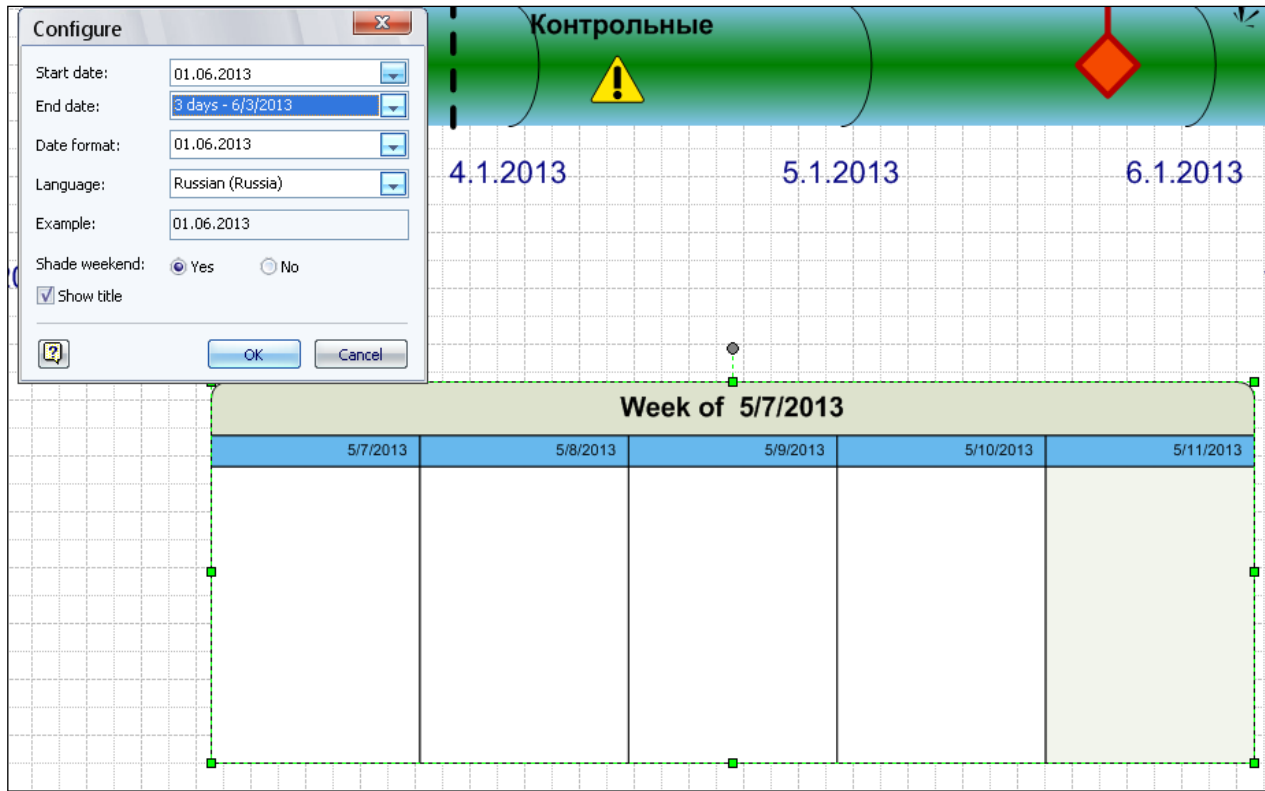

Рис. 90. Размещение недельного календаря
4) Под диаграммой разместить трехдневный календарь подготовительных мероприятий к экзамену. Выбрать шаблон **Week** из группы шейпов *Calendar Shapes*. Используя диалоговое окно «Configure», настроить даты, язык. Далее, выделяя отдельные ячейки, заполнить необходимой информацией (рис. 90).